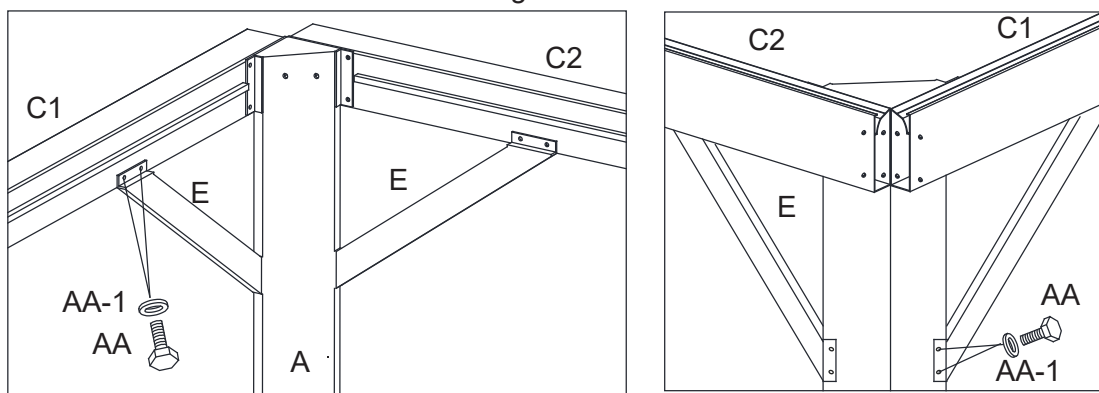

Figure 4-2
- 4.2. Fixez les barres de support (E) au poteau d'angle (A) et aux linteaux (C1/C2) avec les boulons (AA) et la rondelle (AA-1). Voir la figure 4-2.